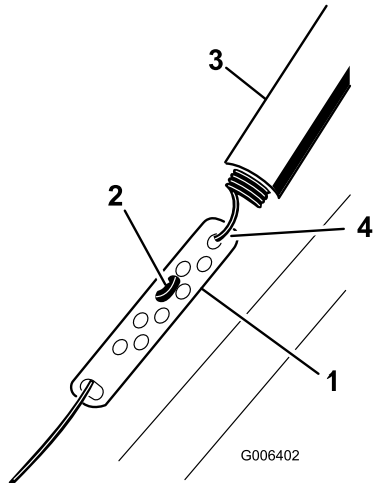

Figura 23
1. Deslice hacia arriba el protector del muelle y desenganche el muelle de la pletina de ajuste (Figura 23).
2. Mueva el enganche en Z a un taladro superior o inferior de la pletina de ajuste, según sea necesario, para obtener el espacio de 2–3 mm (1/16"–1/8") entre la barra de control y el manillar (Figura 23).